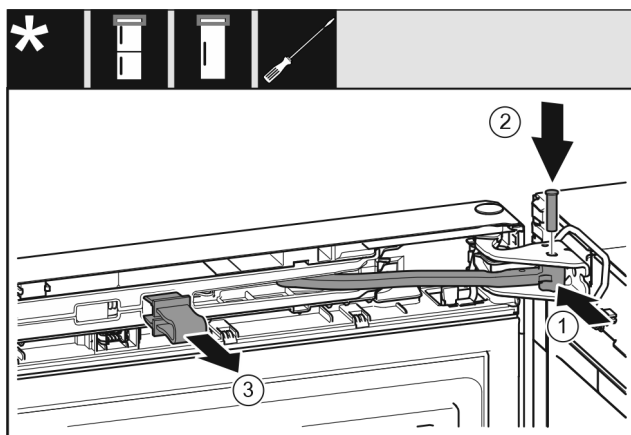

Fig. 31
- ▶ Otočte kloub Fig. 31 (1) ve stojanu ložiska.
- ▶ Vložte čep Fig. 31 (2) do stojanu ložiska a kloubu. Přitom dávejte pozor, aby byla zajišťovací vačka správně usazena v drážce.
- ▶ Pojistku Fig. 31 (3) vytáhněte.